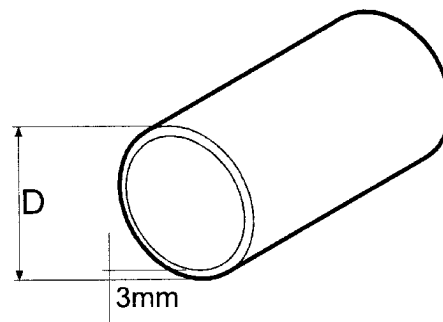

Fig. 2.
2. Montera axeltätningen. För att förenkla monteringen av tätningsskivan kan monteringsverktyget användas (se bild 2).